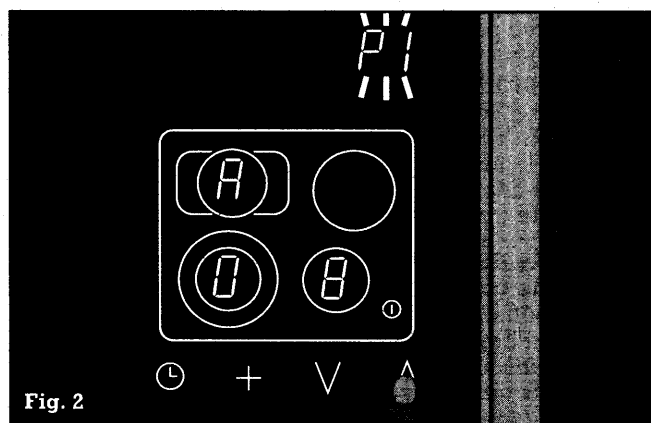

Fig. 2
- Ahora puede seleccionar un tiempo de cocción inicial de 1 a 15 minutos accionando sobre los símbolos **V** o bien **Λ**. En el cuadro de indicación de cocción inicial se muestra un tiempo ajustado de **(RD1)** hasta **(RD15)** y **P I** parpadea (solicitud de memorización) (Fig. 2).